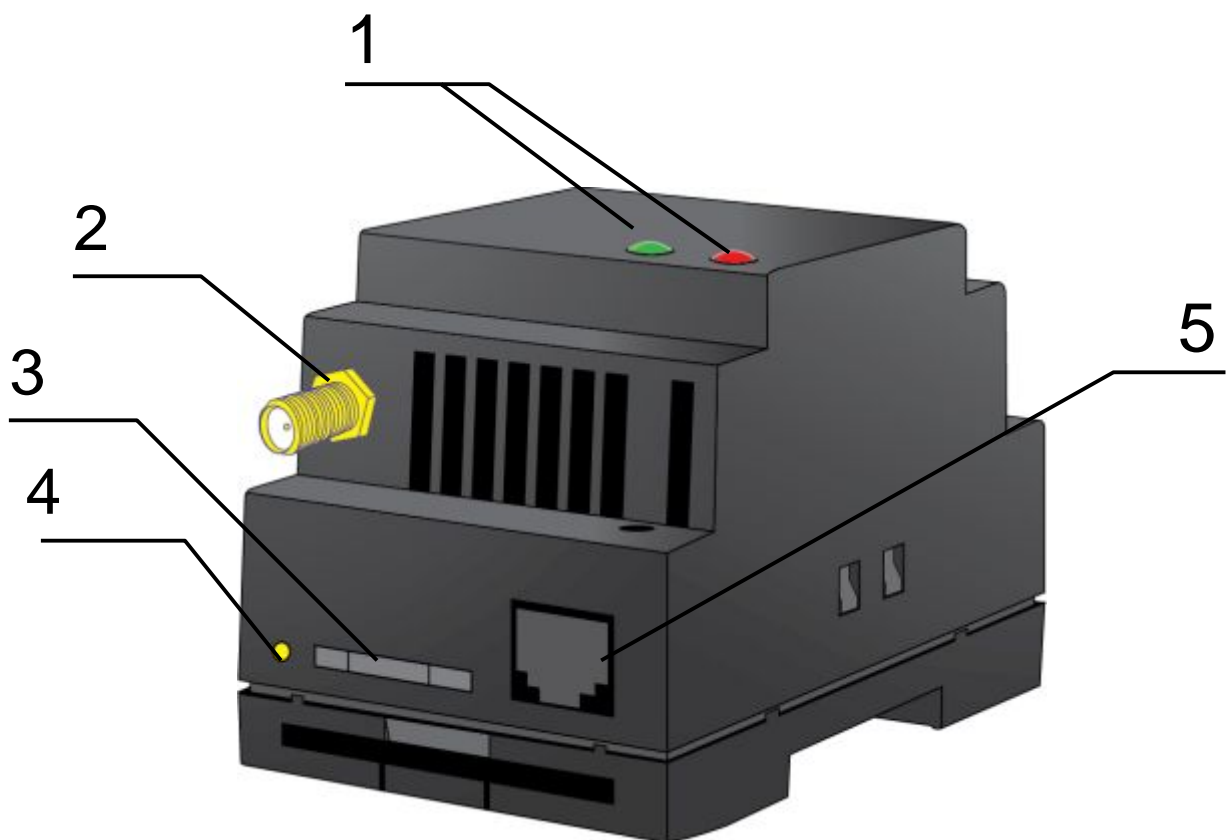

Рис. 2.1. Вид спереди
Модем TG21 представляет собой компактное устройство, выполненное в пластиковом корпусе. Внешний вид представлен на рис. 2.1 и рис. 2.2.
- достать SIM-лоток, нажав на кнопку извлечения SIM-лотка (рис. 2.1);